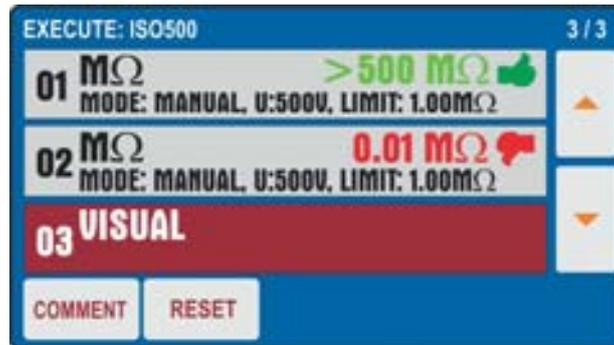

Fig. 78: Función AUTO TEST – Resultado parcial prueba 02
9. Pulse nuevamente la tecla **START/STOP** para finalizar la prueba “02”. El instrumento guardará el segundo resultado parcial del Autotest y se prepara automáticamente para la realización de la siguiente prueba “03” (ver la Fig. 78)